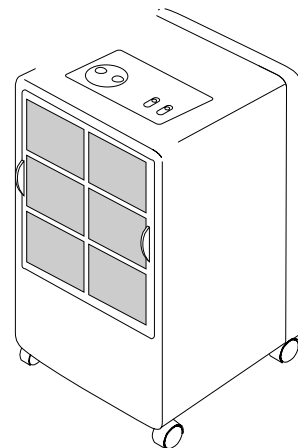

Fig. 4
- Verwijder de luchtfilter de filter gelijktijd naar beneden en naar stijgend te trekken (fig. 4).